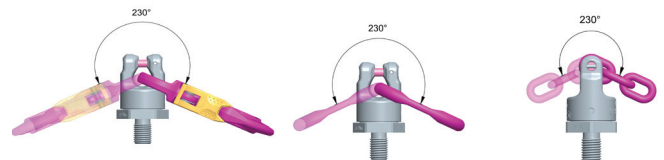
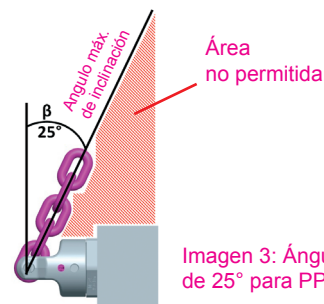

Imagen 2: Rango de pivoteaje PP-S/PP-B/PP-VIP
Imagen 3: Ángulo de inclinación máximo de 25° para PP-S/PP-B/PP-VIP
9. Todos los accesorios de izaje conectados al cáncamo PowerPoint® deben contar con libre movimiento. También los componentes montados en el PowerPoint® deben estar libres y no se deben apoyar o tocar aristas. Cuando se conecte y desconecte el sistema de izaje (eslingas de cable, cadena o textiles) se debe evitar maniobras que lleven a aplastar, cortar o dañar de alguna forma al operador o al sistema de izaje. También se deberán evitar daños en el sistema de izaje causado por aristas. Antes del izado, los ganchos deben ser posicionados en dirección de las fuerzas. La anilla/gancho/cadena del cáncamo puede ser pivoteado en aproximadamente 220° (imagen 2). Para garantizar la capacidad de carga (tabla 2) y funcionalidad, en un montaje lateral, se debe respetar el ángulo de inclinación de la anilla/gancho/cadena, con un máximo de 25° (imagen 3).